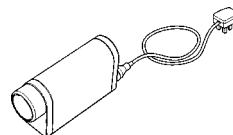

Fig. 13
4. Branchez le chargeur à une prise d'alimentation sur le secteur (voir fig. 13). Une lumière orange s'allume, indiquant que le chargeur est alimenté.